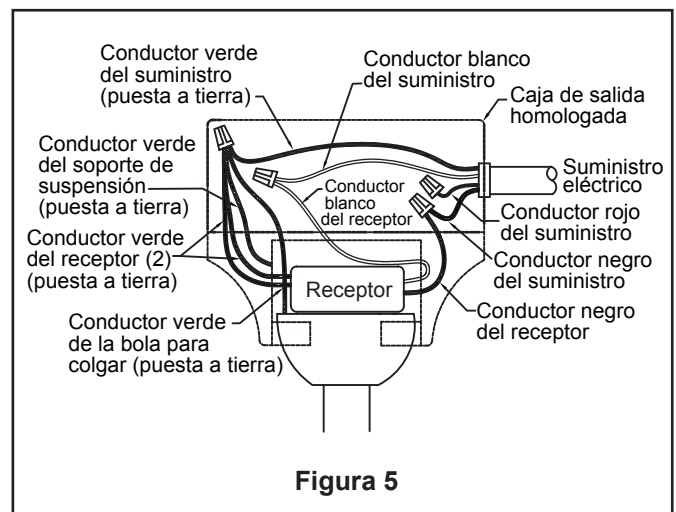

Figura 5
4. Una vez realizadas las conexiones, los cables deben ser colocados de forma extendida poniendo el conductor de la toma de tierra y el conductor de toma de tierra del equipo a un lado de la caja, colocando el conductor sin toma de tierra en el otro lado de la caja. gire los conductores hacia arriba y, con cuidado, colóquelos dentro de la caja de salida; con los conductores blancos y verdes hacia un lado y los conductores negros hacia el otro. (Figura 5)
- ☐ 5. Monte la tapa en la unidad del carcasa de interruptor girándola en el sentido de las agujas del reloj. (Figura 5)